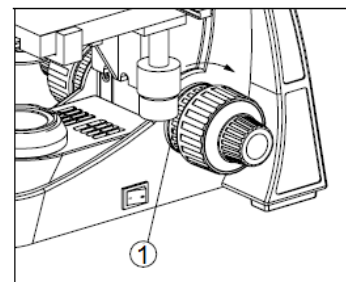

Fig. 3 Feststellbremse
- Um folgende Probleme zu beheben, die Feststellbremse (1) einstellen: der Grobfokustrieb lässt sich schwer drehen, das Präparat geht langsam aus dem Fokus, der Objektisch rutscht (siehe Fig. 3).